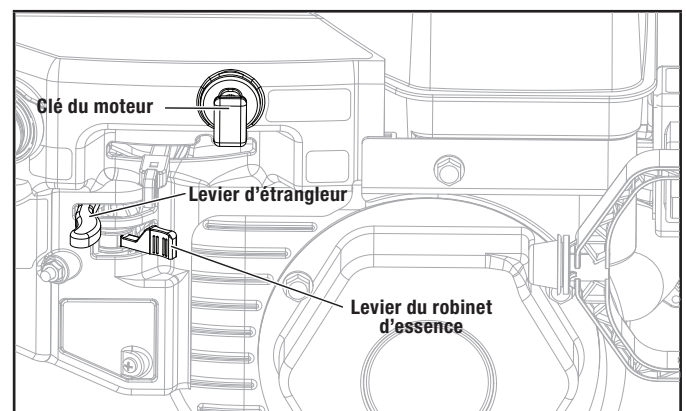

Figure 13A
1. Assurez-vous que la clé de sécurité du moteur est insérée dans le trou pour clé. (figure 13A)
- 3a. Pour démarrer un moteur froid, déplacez le levier de l'étrangleur sur la position Choke (étrangleur). (figure 13A)